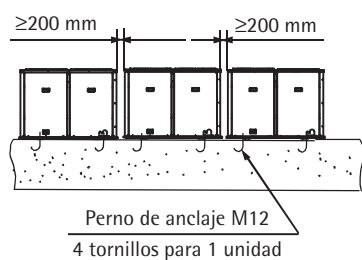

Fig.4-4
- Como se muestra en la Fig. 4-4, dejar un espacio de 100mm entre las unidades exteriores.